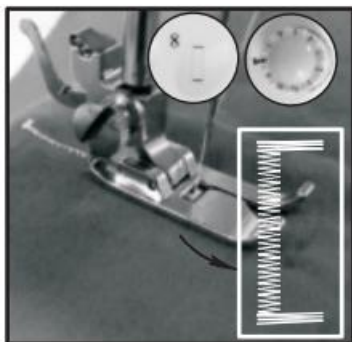

Fig.19
4. Setzen Sie das Stichmuster Nr. 8 zurück und nähen Sie 5-6 Stiche mit niedriger Geschwindigkeit. (Abbildung 19)